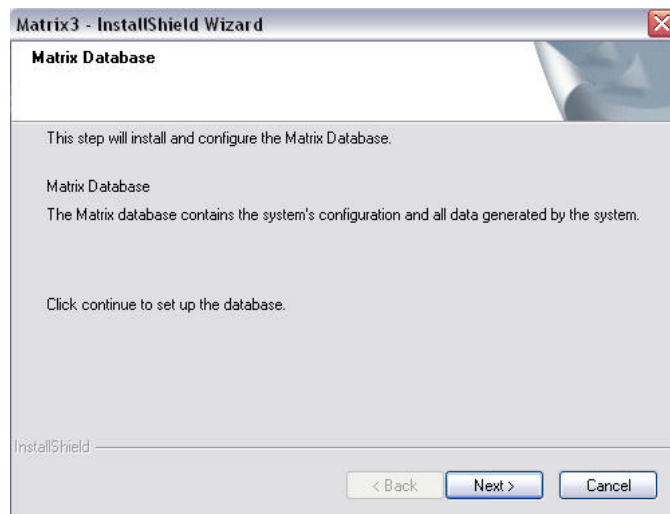

FIG. 19
12. Wanneer het scherm voor configuratie van de Matrix-database zoals in FIG. 19 wordt weergegeven, selecteert u VOLGENDE om de configuratie van de database te starten.